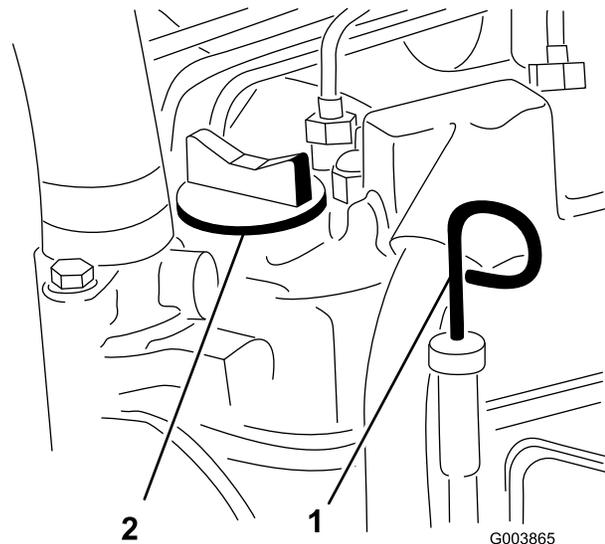
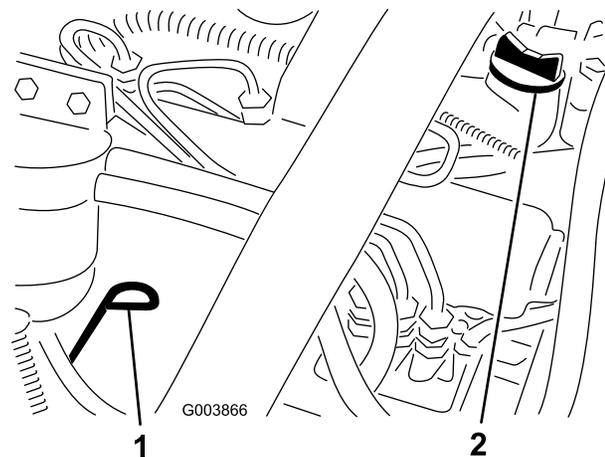

Figura 23
Figura 24
3. Togliete l'asta di livello, tergetela e reinsertela (Reelmaster 5200—Figura 23, Reelmaster 5400—Figura 24).